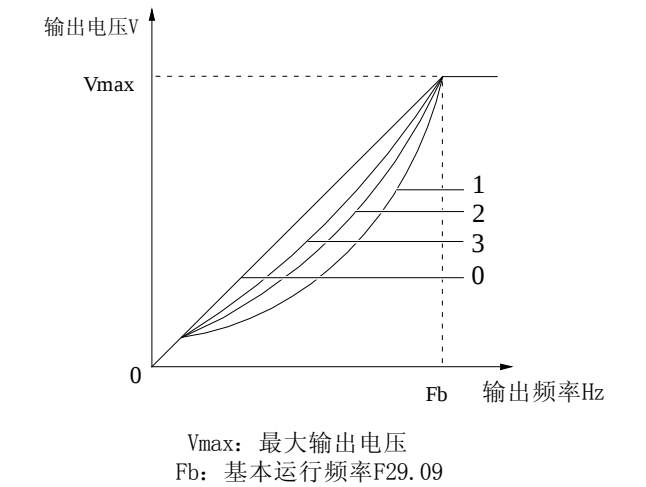
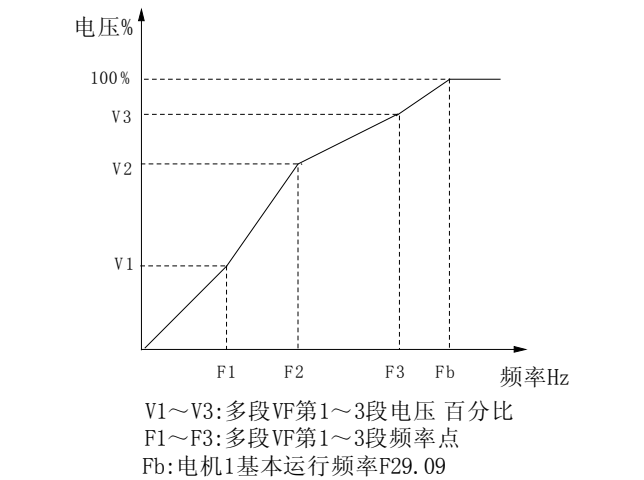

图6-92 降转矩曲线
图6-93 用户设定 V/F 曲线一般形式
- 当 F29.00 选择 1 时, 为 2.0 次幂降转矩特性; 如图 6-92 中的曲线 1。
- 当 F29.00 选择 2 时, 为 1.7 次幂降转矩特性; 如图 6-92 中的曲线 2。
- 当 F29.00 选择 3 时, 为 1.2 次幂降转矩特性; 如图 6-92 中的曲线 3。
当 F29.00 选择 0 时, 用户可通过 F29.01~F29.06 自定义 V/F 曲线, 如图 6-93 所示。采用增加 (V1, F1)、(V2, F2)、(V3, F3) 三点折线方式定义 V/F 曲线, 以适用于特殊的负载特性。出厂默认用户自定义 V/F 是一条直线, 见图 6-92 中曲线 0。
基本运行频率是变频器输出最高电压时对应的最小频率，一般是电机的额定频率。如图 6-92 中的 f_b 。